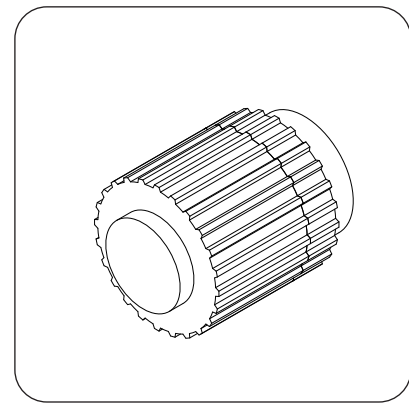
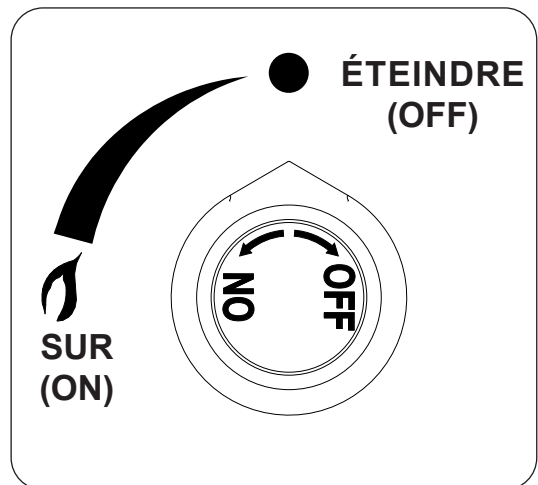

Fig. 46-1 Détail du bouton d'allumage
Fig. 46-2 Détail du bouton de commande
- 2. Localisez le panneau de commande sur le côté de l'appareil (consultez la LISTE DES PIÈCES D'IDENTIFICATION si nécessaire), et identifiez le bouton d'allumage (Fig. 46-1) et le bouton de commande du gaz (Fig. 46-2). Assurez-vous que le bouton de commande du gaz est en position OFF (éteindre) avant de commencer la séquence d'allumage.
Pour éteindre votre brûleur à gaz, tournez le bouton de commande du gaz dans le sens des aiguilles d'une montre jusqu'à la position **OFF (éteindre)** (voir Fig. 46-2). Assurez-vous que le bouton de commande est complètement éteint pour éviter toute fuite de gaz.